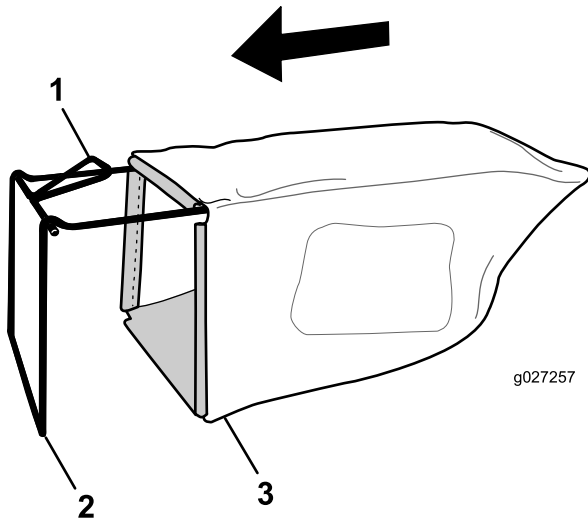

Figura 10
1. Coloque la bolsa de recogida sobre el bastidor, según se muestra en la Figura 10.
Nota: No coloque la bolsa sobre el manillar (Figura 10).